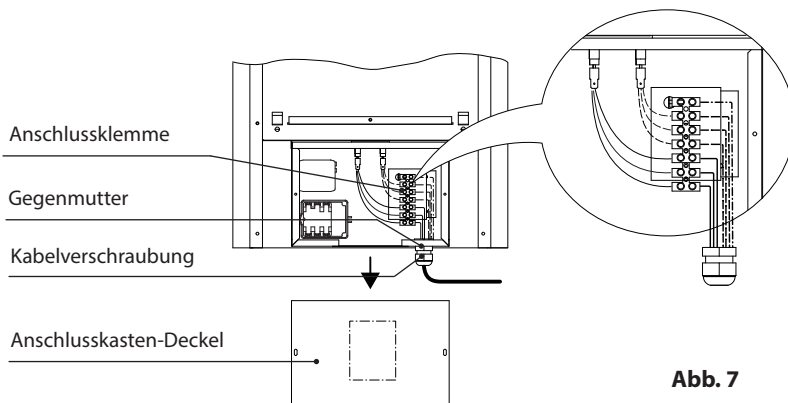

Abb. 7
- Elektrischer Anschluss gemäß Abb. 7 und Anschlussbeispiel ausführen.